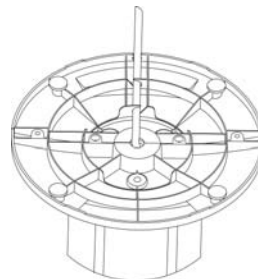

Bild 4
4. Tryck elsladden (H) i skåran som finns på undersidan (bild 4).